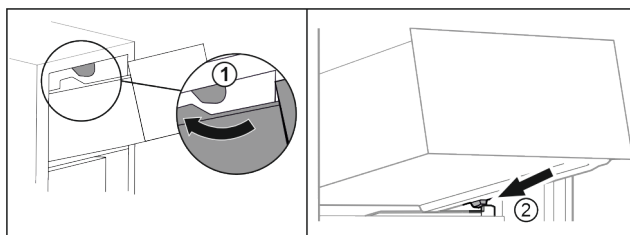

Fig. 94
- Schubfach um die oberen Stopper herumführen. Fig. 94 (1)
- Schubfach schräg hinter den unteren Stoppern auf Behälterrippe aufsetzen. Fig. 94 (2)